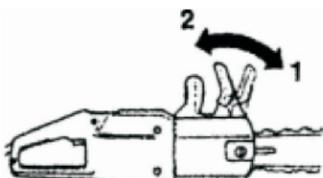

рис. 8
Пила оснащена тормозом пильной цепи для немедленной остановки цепи в случае отскока. Тормоз срабатывает при перемещении ручки тормоза вперед (1). Цепь снимается с тормоза при перемещении ручки тормоза по направлению к передней рукоятке (2). Во время работы цепь должна быть снята с тормоза (**см. рис. 8**).